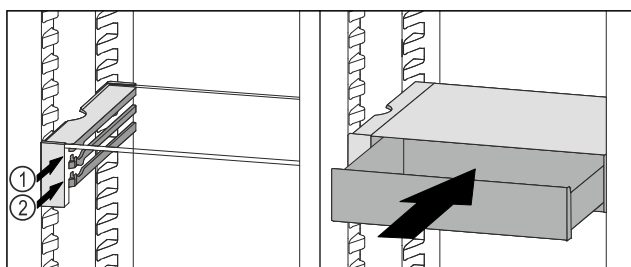

Fig. 91
- Nasaďte zásuvku VarioSafe za zarážky na požadovaném žebro Fig. 91 (1) nebo Fig. 91 (2).